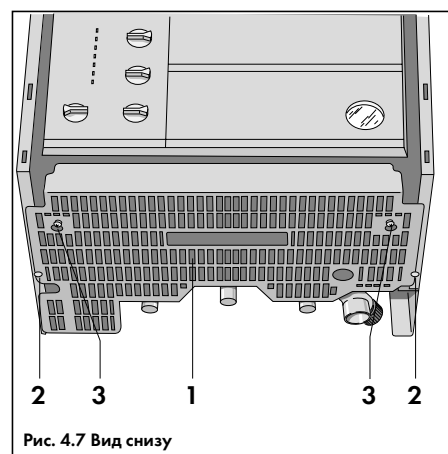

Рис. 4.7 Вид снизу
- Положить аппарат на пол и, вывинтив два задних винта (2) и ослабив два передних (3), снять нижний щиток (1) аппарата (рис. 4.7). Боковые стенки облицовки не удалять;